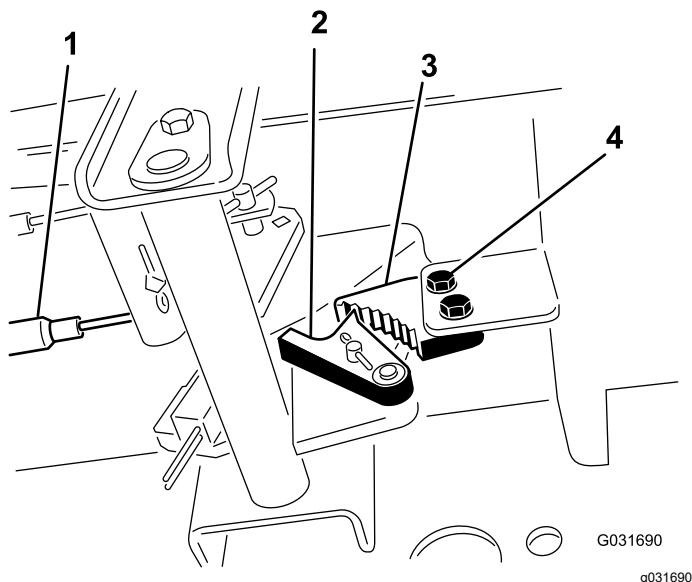

図 89
1. 駐車ブレーキのツメをフレームに固定しているねじ2本をゆるめる 図 89。
2. ブレーキのツメが戻り止めに完全に掛かるまで駐車ブレーキペダルを前に踏み込む 図 89。